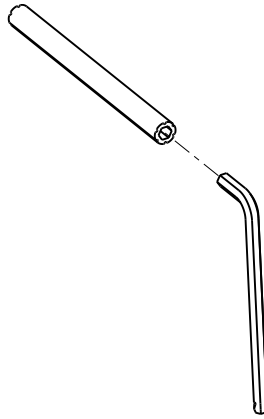

Figure 9 – Clé à 6 pans et rallonge d'outil d'extraction
2. Retirer la clé à 6 pans et la rallonge d'outil d'extraction du cache central (Figure 9).